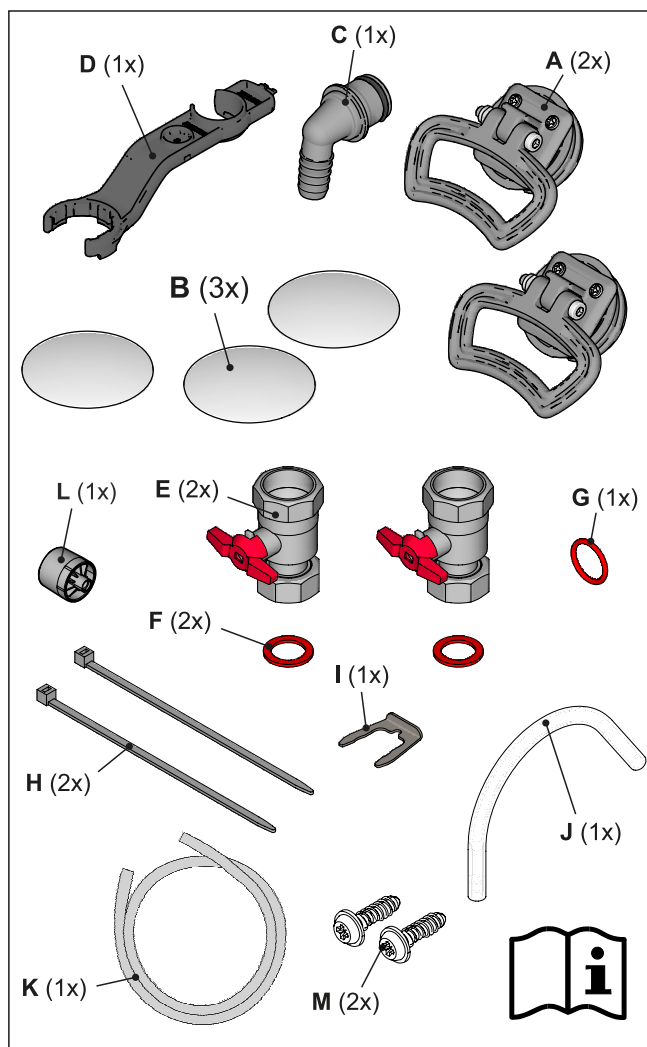

Fig. 3-5 **Contenuto della borsa accessori**
- Borsa di accessori (vedere Fig. 3-5),